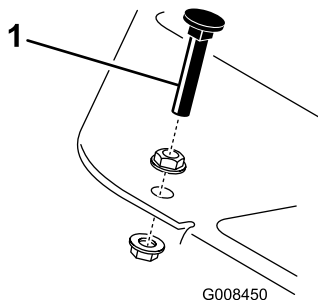

Рисунок 43
Нажмите на педаль тяги. Если педаль тяги касается упора (Рисунок 43) до того, как на тросике будет ощущаться натяжение, то требуемая регулировка заключается в следующем:
1. Отпустите гайки с буртиком, которые крепят упор педали к плите пола (Рисунок 43).